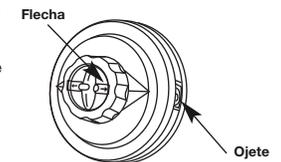

Fig. 21
1. Alinee las flechas en la perilla del topeón con los ojeteador de la cubierta del carrete, si no están ya (Fig. 21).